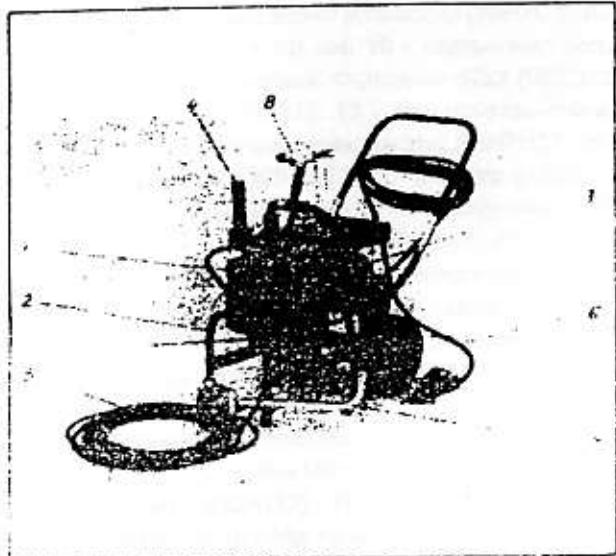

Рис. 1
5.1. Общие виды окрасочных агрегатов «Финиш-207», «Финиш-211», «Финиш 211-1» приведены на рис. 1 и 2, а гидравлические и электрические схемы на рис. 3, 4 и 5.
Рис. 1. Окрасочный агрегат высокого давления «Финиш-207». 1 - насос, 2 - тележка с откидной рукояткой. 3 - электродвигатель (MCR90-LA-4K) с защитно-отключающим устройством, 4 - фильтр высокого давления, 5 - шланг высокого давления, 6 - электрический кабель с невзрыво-защищенным штепельным разъемом, 7 - всасывающая система, 8 - пистолет